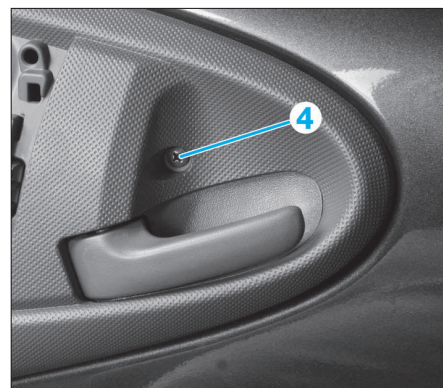

FIG. 71
- Déposer la vis de fixation (4) (Fig.71).